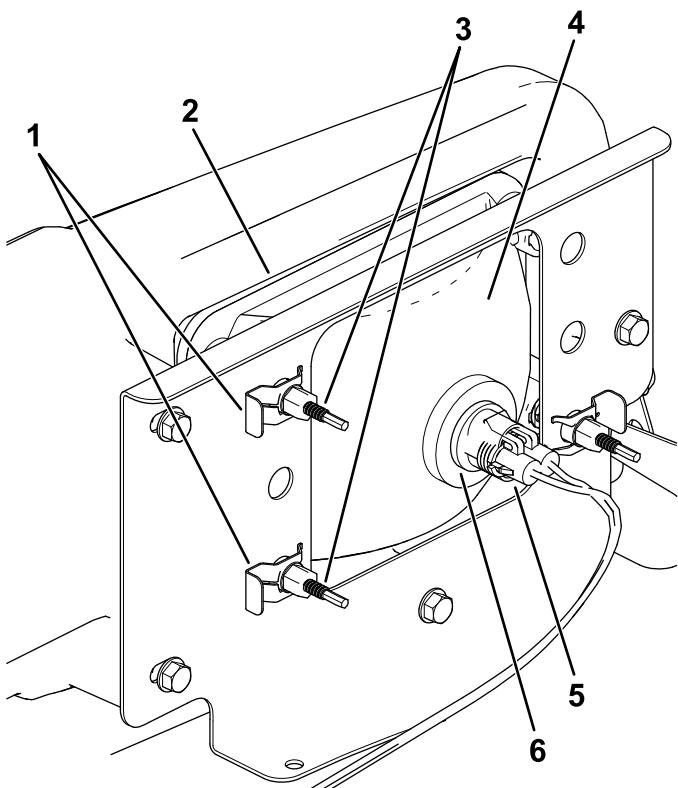

Figura 50
3. Desconecte el conector eléctrico del arnés de cables del conector del conjunto de la lámpara (Figura 50).
4. Retire los conectores rápidos que sujetan el faro al soporte del faro (Figura 50).
5. Retire el faro desplazándolo hacia adelante y pasándolo por el hueco del parachoques delantero (Figura 50).
6. Introduzca el faro nuevo a través del hueco del parachoques (Figura 50).
7. Sujete el conjunto del faro con los conectores rápidos que se retiraron en el paso (4).
8. Conecte el conector eléctrico del arnés de cables al conector del conjunto de la lámpara (Figura 50).
5. En la parte trasera del faro, gire los tornillos de ajuste (Figura 50) para pivotar el conjunto y ajustar de la posición del haz de luz.